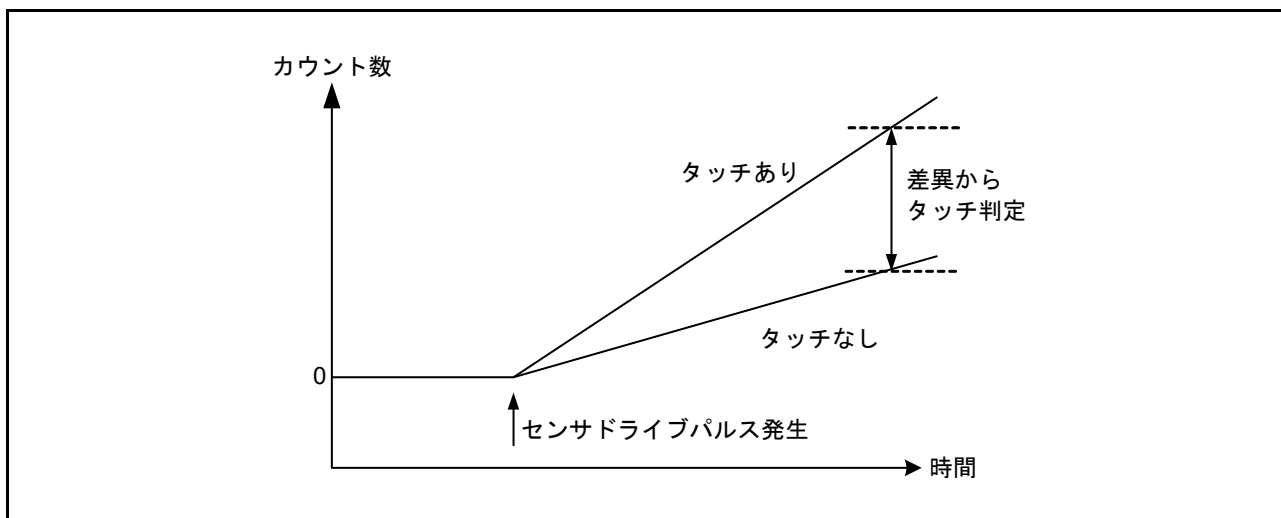

図 39.7 接触／非接触による計測値の変化
3. 手順 1. および 2. に示す電極の充放電の切り替えを繰り返すことにより、スイッチドキャパシタフィルタに電流が流れます。この時点で指が接近していれば、容量および流れる電流が変化します。TSCAP 電源を生成する回路からスイッチドキャパシタフィルタに流れる電流に比例した制御電流を ICO に供給することで、クロックを生成します。カウンタは、指が接近しているかどうかにより変化するクロック周波数を計測します。ソフトウェアは、カウンタから読み出した値に基づき指の接触を判断します。図 39.7 を参照してください。